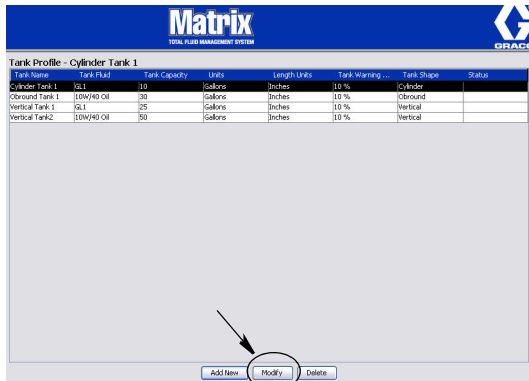

FIG. 76
3. Fare clic sul pulsante Modify (Modifica) illustrato nella FIG. 76 per visualizzare la schermata Edit Tanks (Modifica serbatoi). Una volta terminate le modifiche, fare clic su OK per chiudere la schermata e salvare le modifiche.
4. Per eliminare in modo permanente un serbatoio dall'elenco, sulla schermata principale Tanks (Serbatoi) evidenziare l'elemento che non si desidera più sull'elenco. Quindi fare clic sul pulsante Delete (Elimina) (FIG. 76).